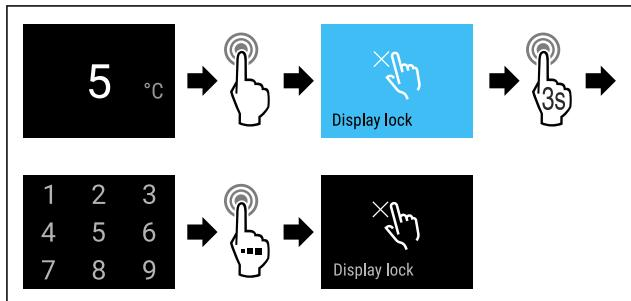

Fig. 80
- Obavite korake postupka (pogledajte Fig. 80).